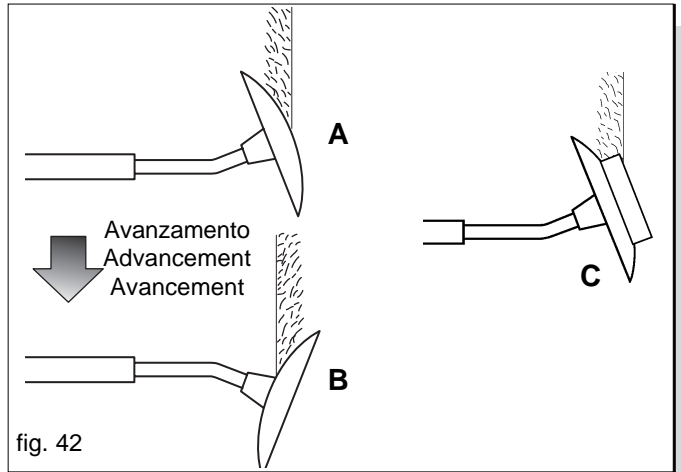

fig. 42
Die korrekte Position der Scheibe auf normalen Böden ist auf der Abb. 42 Ref. A dargestellt; auf schweren Böden ist die Scheibe umzudrehen (siehe Abb. 42, Ref. B).
**Die Spurreißerscheibe kann mit einem Tiefenbegrenzer ausgestattet werden (C Abb. 42), besonders geeignet für weiche Böden, um den Spurreißer zu schützen.**